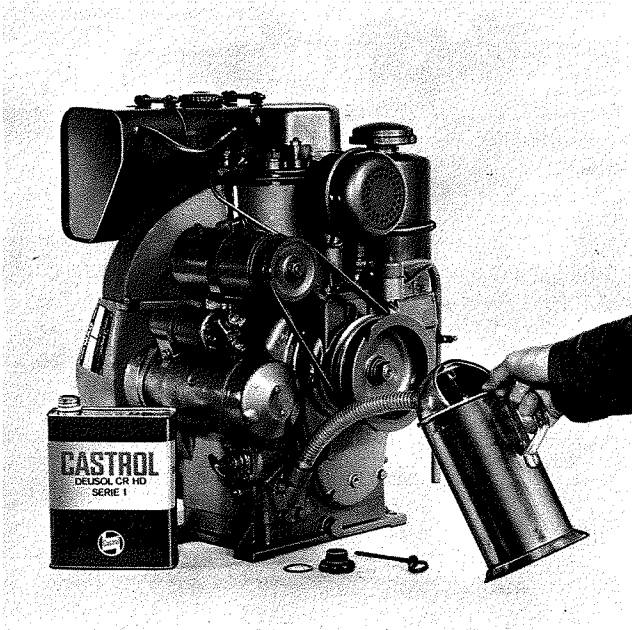

Bild 22
- 3) Motorenöl auffüllen (siehe Seite 19 und Seite 15, Bild 22).